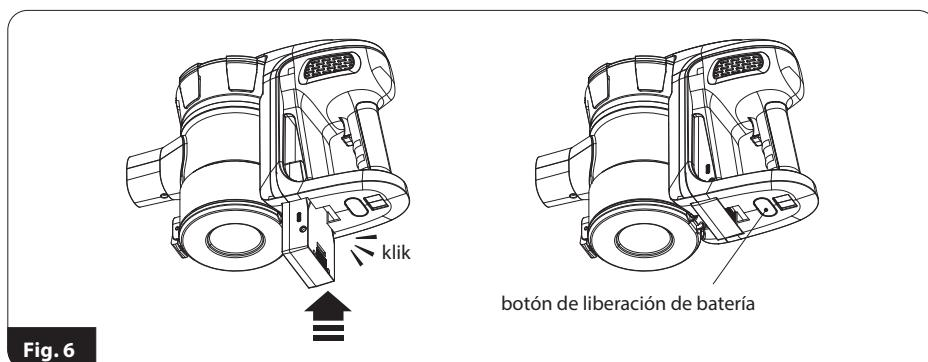

Fig. 6
1. Instale la batería (4) en la unidad del motor (1). Asegúrese de que esté correctamente asentado en la aspiradora (fig. 6). La batería solo se puede quitar de la aspiradora manteniendo presionado el botón (5).